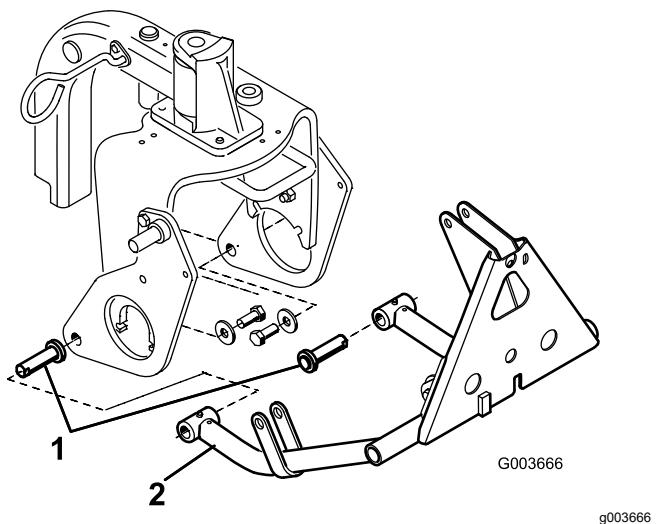

Figure 13
3. Insérez une goupille cylindrique dans chaque tube de bras de poussée, comme montré à la Figure 13.
4. Insérez les tubes des bras de poussée dans les plaques de fixation droite et gauche en alignant les guides des goupilles cylindriques et les trous dans les plaques de fixation (Figure 13).
5. Fixez chaque goupille cylindrique à chaque plaque de fixation avec un boulon ( $\frac{3}{8}$ " x 1½") et une rondelle (1,68" diam. ext. x 0,65" diam. int.), comme montré à la Figure 13.